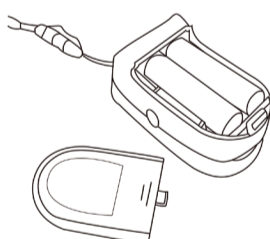

Figure 2 : Insérer les piles
Étape 1 : Insérez deux piles AAA selon l'orientation indiquée (voir la Figure 2).